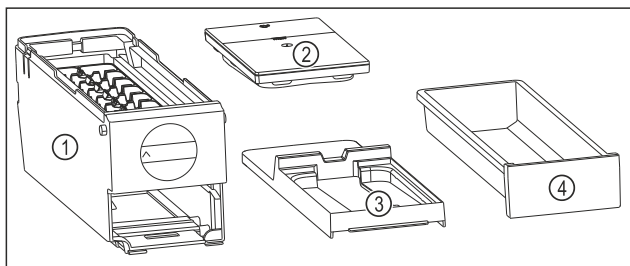

Fig. 81 Bestanddelen van de EasyTwist-Ice
- ▷ EasyTwist-Ice is in vier delen gedemonteerd. (zie Fig. 81)
- ▶ EasyTwist-Ice alleen in afgebeelde bestanddelen demonteren. (zie Fig. 81)
- ▶ EasyTwist-Ice-corpus Fig. 81 (1) als geheel reinigen.